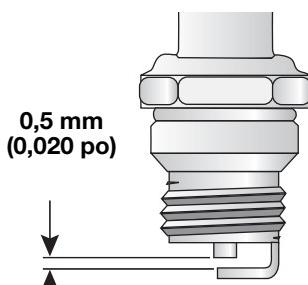

Fig. 37
3. Remplacez toute bougie fendillée, encrassée ou sale. Réglez l'écartement à **0,5 mm (0,020 po)** à l'aide d'une jauge d'épaisseur (Fig. 37).